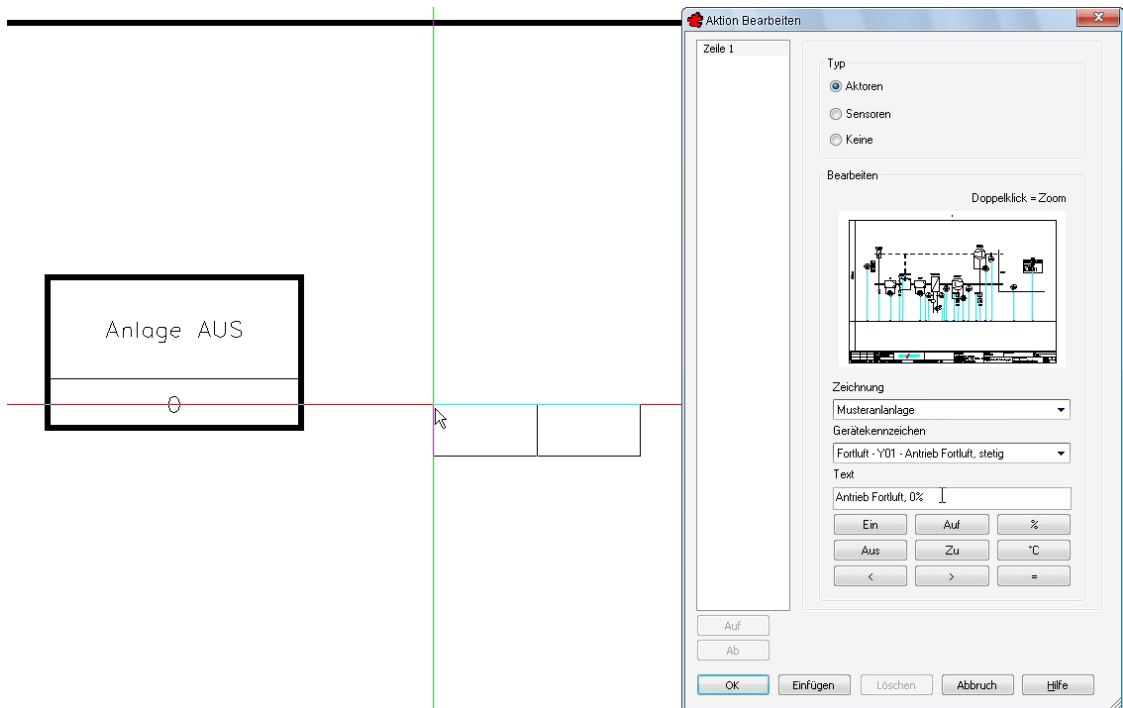

Bild 1.8 – Das Dialogfeld *Aktion erstellen*
- Rufen Sie die Funktion *Zustand Aktion* auf. Hierauf platzieren Sie zunächst die Aktionstabelle selbst. Danach erscheint das Dialogfeld *Aktion bearbeiten* (Abb. 1.8 rechts).